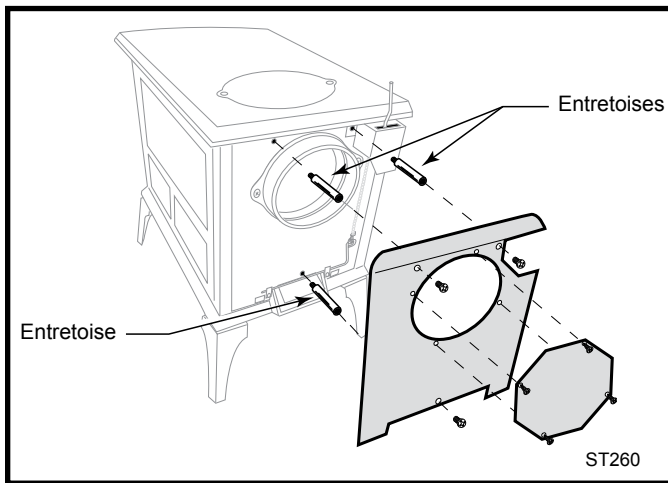

Fig. 26 Assemblage de l'écran pare-chaleur arrière.
1. Défaites les trois vis à empreinte cruciforme situées à l'arrière du poêle. La vis supérieure droite sert également à fixer le couvercle du thermostat au poêle. (Fig. 26)